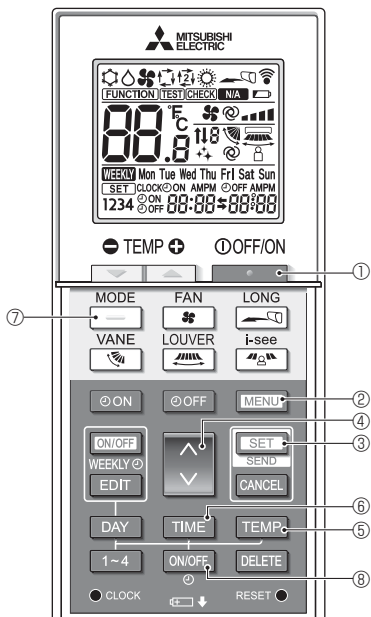
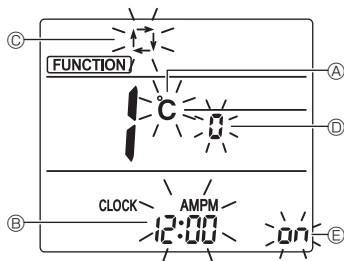

Fig. 4-10
Fig. 4-11
1. Pulse el botón **STOP** (1) para detener el acondicionador de aire.
2. Pulse el botón **MENU** (2).
- Se mostrará la pantalla de configuración de funciones y parpadeará el n.º de función (A). (Fig. 4-10)
3. Compruebe que se muestra la función N.º "1", y luego pulse el botón **SET** (3).
- Se visualizará la pantalla de configuración de la visualización de Pantalla. (Fig. 4-11)
- Pulse el botón **UP** (4) para cambiar el n.º de función.
### 4.12.2. Cambiar la unidad de temperatura (Fig. 4-11 (A))
- Pulse el botón **TEMP** (5).
- Cada vez que pulse el botón **TEMP** (5), el ajuste cambiará de **C** a **F**.
### 4.12.3. Cambiar la visualización de la hora (Fig. 4-11 (B))
- Pulse el botón **TIME** (6).
- Cada vez que pulse el botón **TIME** (6), el ajuste cambiará de **12:00** a **24:00**.
### 4.12.4. Cambiar el modo AUTO (Fig. 4-11 (C))
- Pulse el botón **MODE** (7).
- Cada vez que pulse el botón **MODE** (7), el ajuste cambiará de **1** a **12**.
### 4.12.5. Cambiar el N.º de par (Fig. 4-11 (D))
- Pulse el botón **DOWN** (4).
- Cada vez que pulse el botón **DOWN** (4), cambia el N.º de par 0-3.
- Pulse el botón **SET** (3).
- El N.º de función (A) parpadea. (Fig. 4-10)
- Pulse el botón **MENU** (2).